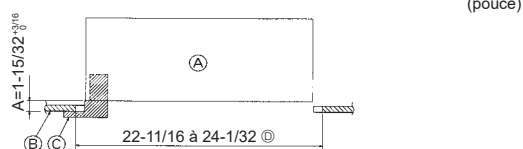

Fig. 5-2
5.2. Préparatifs préalables à la fixation de la grille (Fig. 5-2)